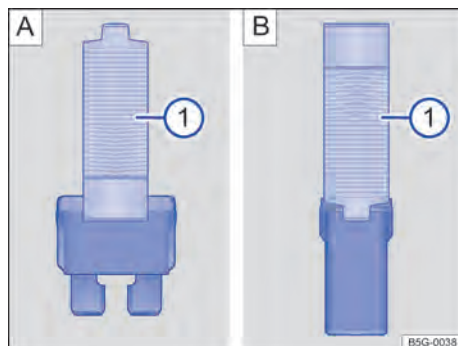

Fig. 181 Retirar ou colocar o fusível com a pinça de plástico: **A**: fusível plano, **B**: fusível de bloqueio.
- Se necessário, retirar a pinça de plástico → Fig. 181 **1** da cobertura da caixa de fusíveis.
- De acordo com a versão do fusível, colocar as garras adequadas do alicate plástico → Fig. 181 **A** **1** ou → Fig. 181 **B** **1** lateralmente no fusível.